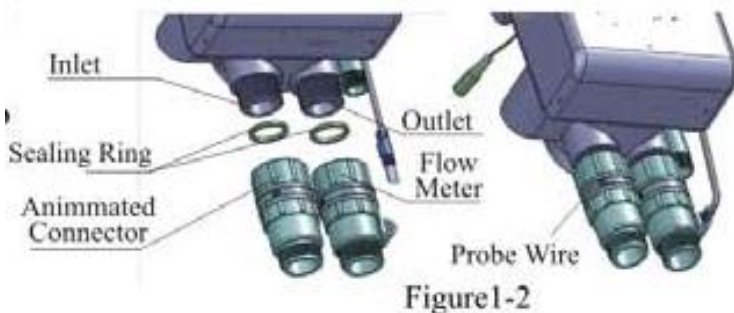

Figure1-2
2. Монтаж входящего фитинга (см. рис. 1-2).
3. Монтаж выходящего фитинга с расходомером (см. рис. 1-2).